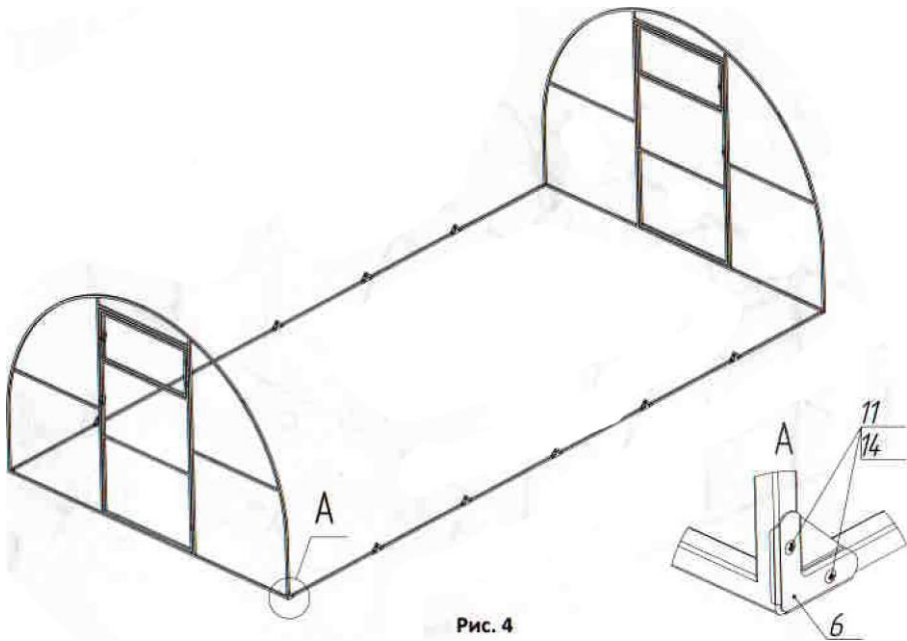

Рис. 4
- 5.4 Состыкуйте нижние стрингера с торцами (рис. 4)